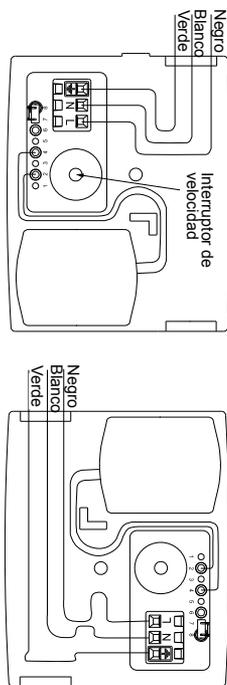

Fig. 3 Ejemplos de conexiones de puesta a tierra y de alimentación (115 V y 108-230 V) con lazo de goteo interno
- Vea la fig. 3 para conocer las ubicaciones correctas de la conexión de puesta a tierra y alimentación (115 V y 208-230 V).
- Cuando no sea posible contar con un "lazo de goteo" externo o si el cableado ingresa por la superficie orientada hacia arriba (superior) de la caja, se recomienda un "lazo de goteo" interno; vea la fig. 3.